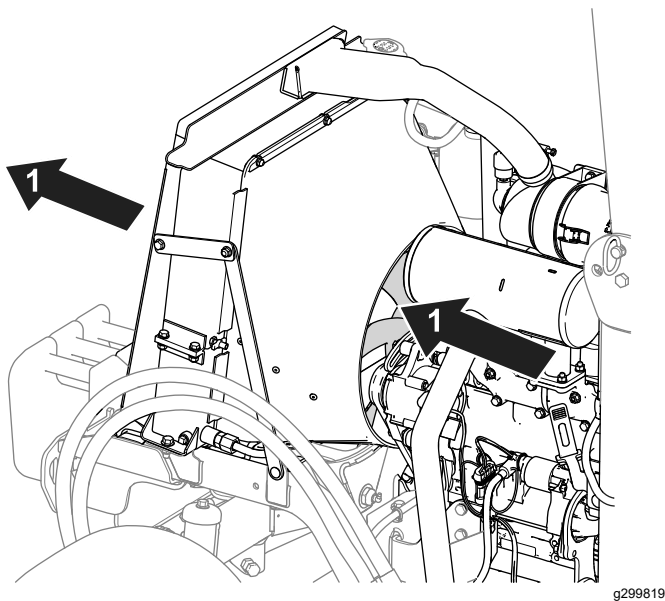

Рисунок 72
- Используйте сжатый воздух для очистки ребер радиатора. Направляйте воздух от машины (Рисунок 72).